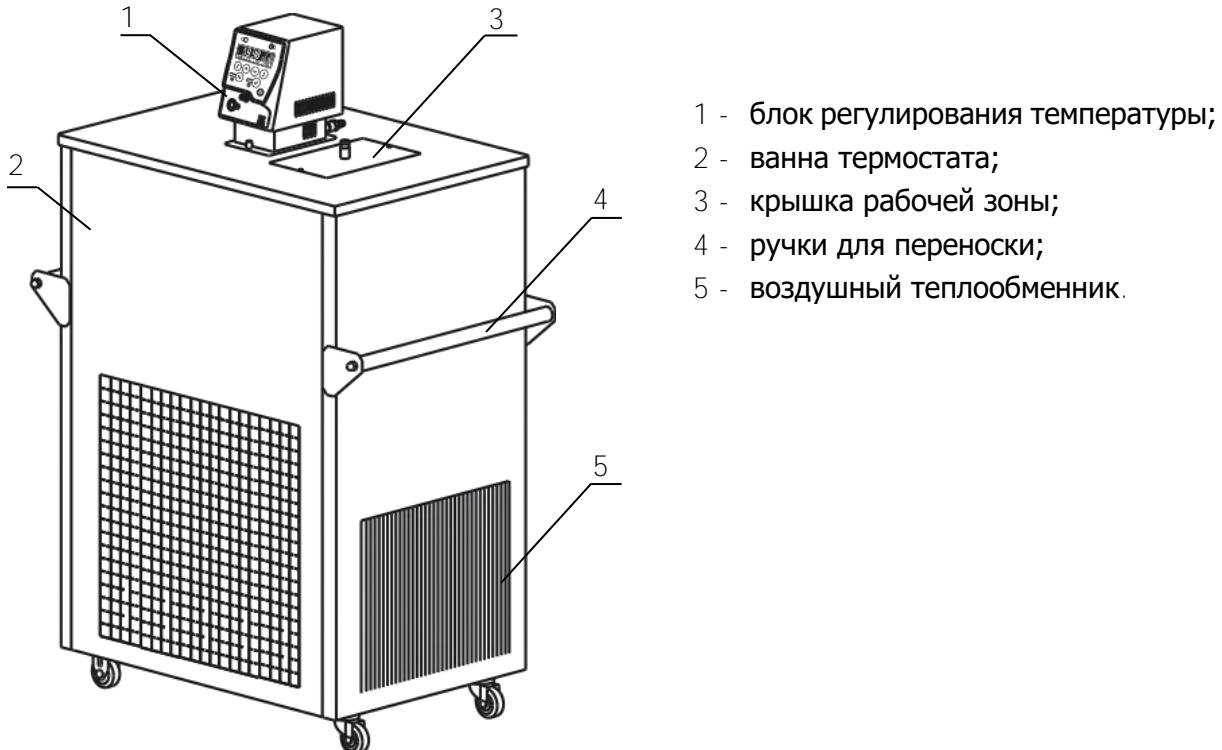

Рисунок 1 — Внешний вид термостата
- использовать крышку рабочей зоны 3 (рисунок 1), ограничивающую доступ воздуха к поверхности теплоносителя;